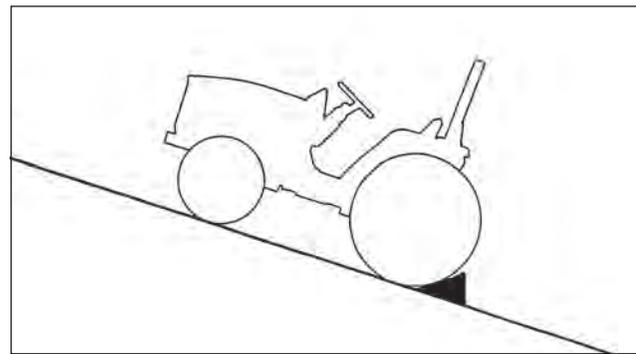

FIG. 65
**FIG. 65 :** Garez toujours le tracteur sur un sol plat quand c'est possible. Si vous devez vous garer en pente, calez convenablement les roues arrière comme illustré.